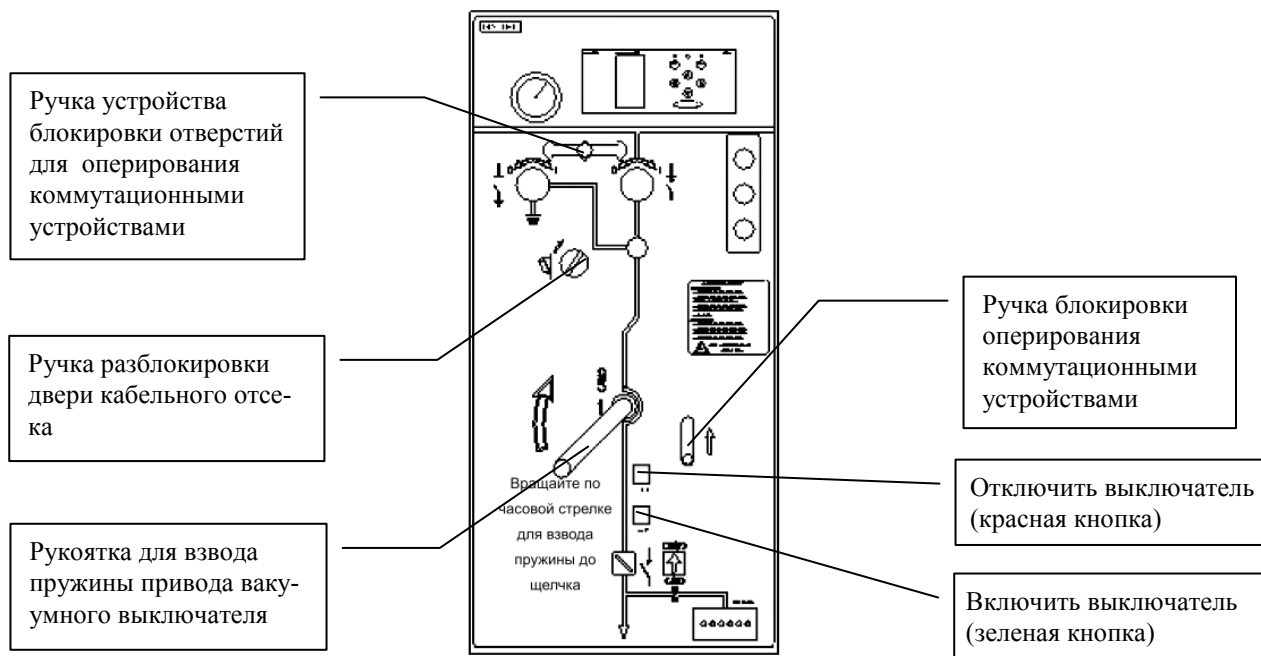

Рисунок 31 - Панель оперирования ячейкой вакуумного выключателя
Для открытия перегородки отверстия оперирования разъединителем и заземлителем потяните на себя и передвиньте влево или вправо ручку устройства блокировки отверстий. Затем поднимите вверх и удерживайте ручку блокировки оперирования коммутационными устройствами (см. рисунок 31). Вставьте рукоятку управления в отверстие для оперирования. Ручку блокировки оперирования отпустите. Поверните рукоятку управления по часовой стрелке для включения коммутационного устройства или против часовой стрелки для отключения.
По требованию блокировки дверь кабельного отсека ячейки открывается только при включенном заземлителе трехпозиционного разъединителя и включенном вакуумном выключателе. Для открытия двери необходимо убедиться, что заземлитель включен, затем повернуть ручку разблокировки двери кабельного отсека (см. рисунок 31) левой рукой по часовой стрелке и одновременно приподнять и потянуть на себя дверь правой рукой. В момент
- Установите рукоятку для взвода пружины в соответствующее отверстие (см. рисунок 31) и вращайте по часовой стрелке рукоятку до характерного щелчка. После щелчка пружина взведена.